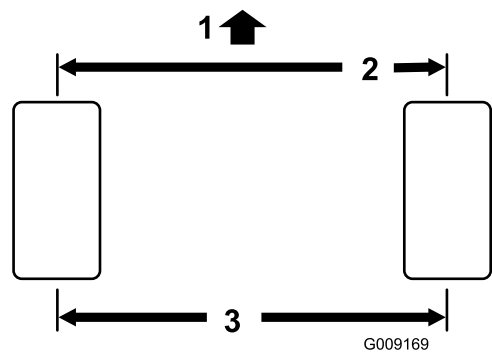

Рисунок 110
**Примечание:** Результат измерения на передней стороне должен быть на 3 мм меньше, чем результат измерения на задней стороне (Рисунок 110).